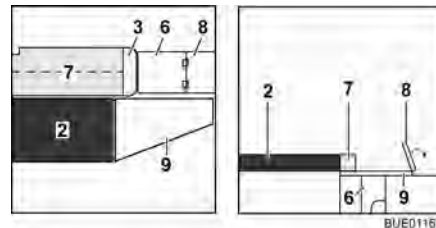

Fig. 119 Durante la trasformazione
- Estrarre la prolunga del cassone letto (Fig. 119,6).
- Ribaltare la prolunga della piastra del sedile (Fig. 119,8) verso l'esterno.
- Aprire il cuscino aggiuntivo (Fig. 119,7) e collocarlo sul tavolo.
- Agganciare l'allargamento letto (Fig. 119,9) negli alloggiamenti sulle casapanche.